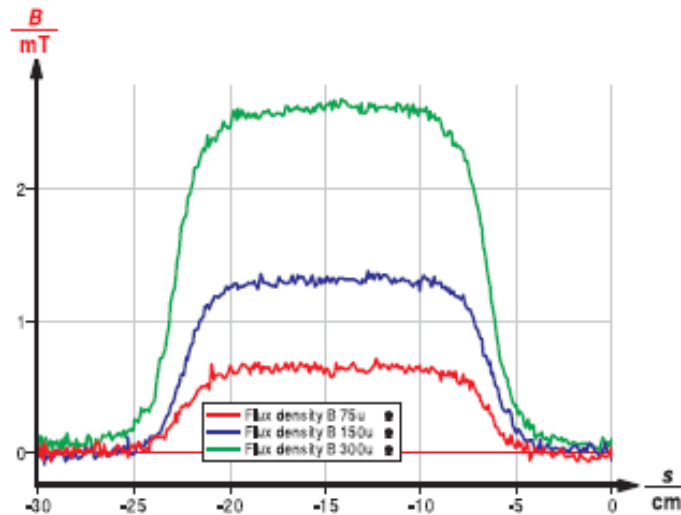

Figure. 10 : Dépendance linéaire sur nombre de spires du champ magnétique pour bobines de longueur de **165 mm**, courant de **1200 mA** et diamètre de bobine de **26 mm**
- o même longueur et diamètre mais densité de spires différente (*Fig. 10*)
- L'indépendance sur le diamètre de la bobine peut être vue directement sur la Fig. 9 alors que la dépendance sur le nombre de spires, n , est représentée sur la Fig. 10.
- On peut tracer $B(z)$ à partir de l'éq. (10) dont l'allure ca sera comme suit :